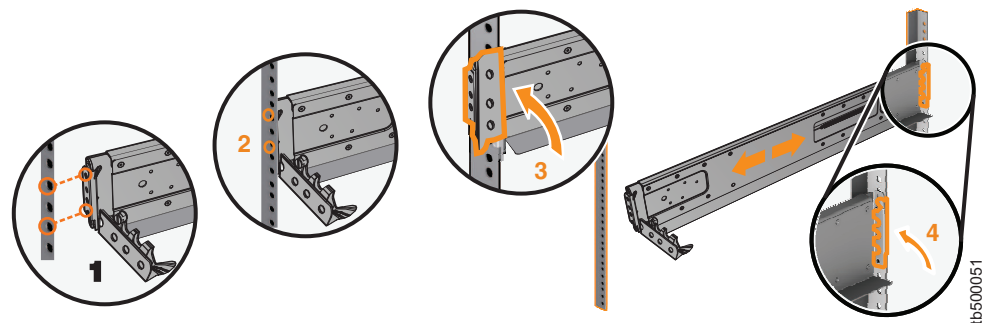

図 15. ヒンジ・ブラケットを閉じる
8. 後部ヒンジ・ブラケットを閉じて、レールをラック・キャビネット・フランジに固定します。(図 15 を参照)。
10. 前部ヒンジ・ブラケットを閉じて、レールをラック・キャビネット・フランジに固定します。 図 15 に例を示します。